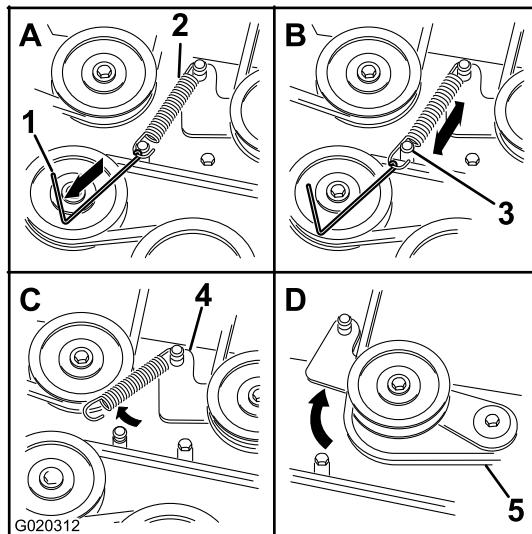

Figura 66
- Usando una herramienta para la retirada de muelles (Pieza Toro Nº 92-5771), retire el muelle tensor del espárrago de la carcasa para eliminar la tensión de la polea tensora (Figura 66).
1. Pase la correa nueva alrededor de las poleas del cortacésped y de la polea del embrague, debajo del motor (Figura 66).
2. Usando una herramienta para la retirada de muelles (Pieza Toro Nº 92-5771), instale el muelle tensor sobre el gancho de la carcasa y tense la polea tensora y la correa (Figura 66).